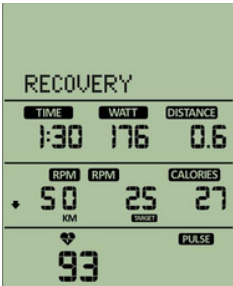

Figura 53
- Si la velocidad excede el rango objetivo, la ventana izquierda mostrará flechas  $\uparrow$  /  $\downarrow$  para recordar al usuario que aumente o disminuya la velocidad del pedaleo (Figura 53).